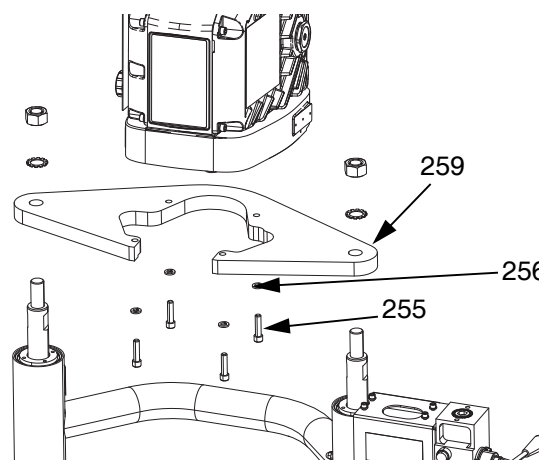

ABB. 29: D60 mit Ram
- b. *D60 3" Zufuhrgeräte*: Die Schrauben (255) und die Scheiben (256) von der Montageplatte (259) entfernen. Mit einem sicheren Hebezeug den Antrieb aus der Montageplatte (259) heben. Siehe **ABB. 29**.
1. Sicheres Hebezeug verwenden, Antrieb unter Verwendung von Schrauben (255) und Unterlegscheiben (256) an Befestigungsplatte (259) befestigen. Siehe ABB. 29 auf Seite 33.